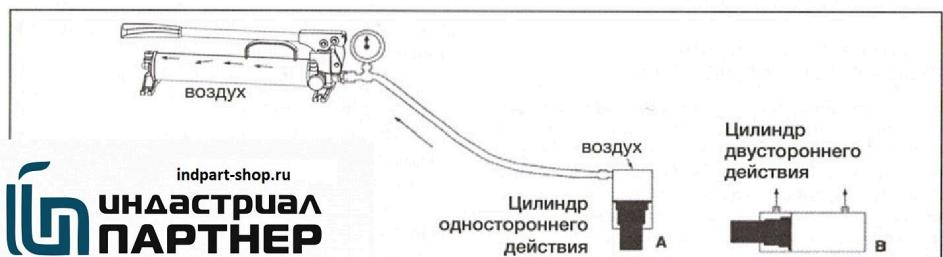

Рисунок 11 – удаление воздуха.
- Установите насос в горизонтальное положение, выше цилиндра. См. рисунок 11.
- Только для модели P-84:** в канале "A" насоса установите манометр с диапазоном 0-1000 бар [0-15000 фунтов на кв. дюйм]. В порт "B" насоса установите трубную заглушку. Установите рычаг распределительного клапана в положение (A).